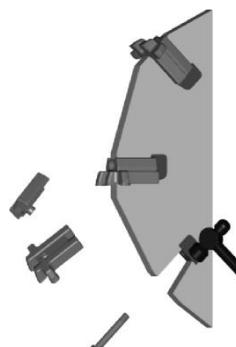

Abb. 16 – Demontage messer
2. Die Mitnehmplatte und die Messerspitze können voneinander getrennt werden, sobald sie den Schlitz verlassen haben (abb. 16). Prüfen Sie die Rille im oberen Teil der Mitnehmplatte und die darunterliegenden Kanten, auf die das Messer passt. Wenn diese beschädigt sind, wechseln Sie sie bitte aus.